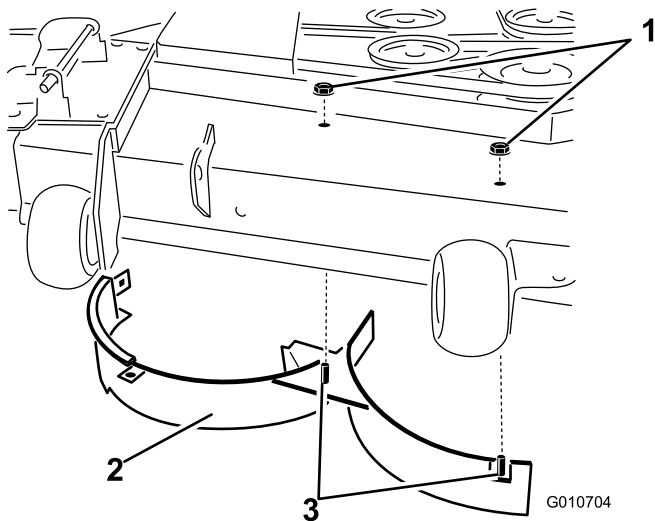

Figura 38
- Retire las dos contratuercas (5/16 pulgada) que sujetan las clavijas soldadas del deflector derecho a la parte superior de la carcasa de corte en las posiciones centro y centro derecha (Figura 38).
- Retire el perno de cuello cuadrado y la contratuerca que sujetan el deflector derecho a la parte superior de la carcasa de corte. Retire el deflector derecho de la carcasa de corte (Figura 38).